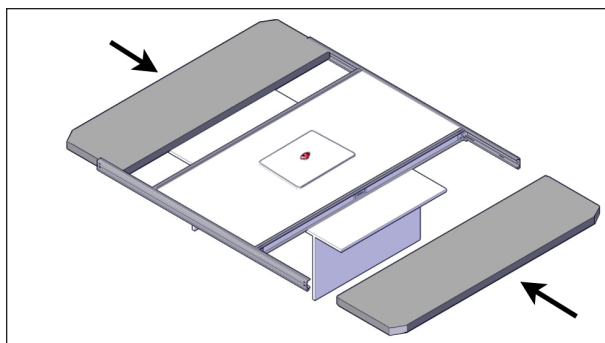

FIGURE 27: INSTALLATION DES PANNEAUX LATÉRAUX
7. Glisser les panneaux latéraux aux deux extrémités du couvercle. S'assurer que les profilés en I couvrent le dessus et le dessous des panneaux, voir Figure 27.